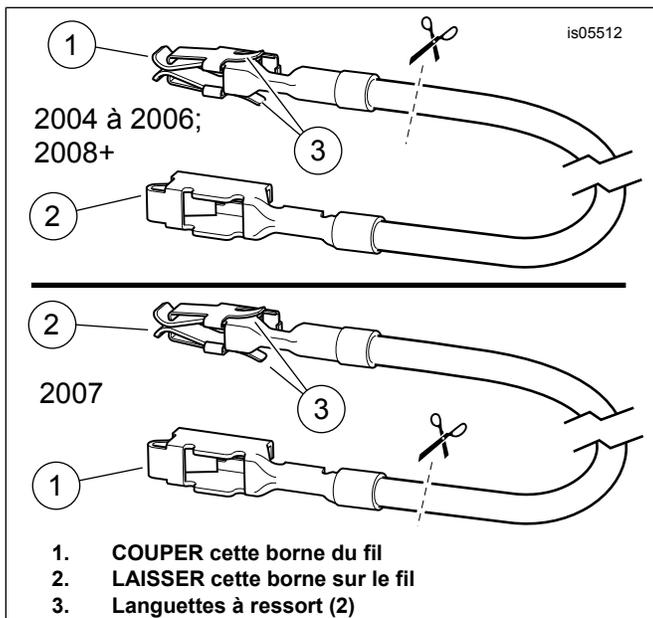

Figure 9. Fil adaptateur de bloc fusibles (modèles FL Touring)
2. Prendre le fil adaptateur orange/blanc (11) du bloc fusibles dans le kit. **Pour les modèles de 2004 à 2006** : Bien noter la borne à chaque extrémité (voir Figure 9, **vue de dessus**). Seule la borne **SANS les languettes à ressort** convient à la cavité de fusible. Couper avec soin la borne **AVEC** les languettes à ressort du fil et la jeter. **Pour les modèles 2007** : Bien noter la borne à chaque extrémité (voir Figure 9, **vue de dessous**). Seule la borne **AVEC les languettes à ressort** convient à la cavité de fusible. Couper avec soin la borne **SANS** les languettes à ressort du fil et la jeter.